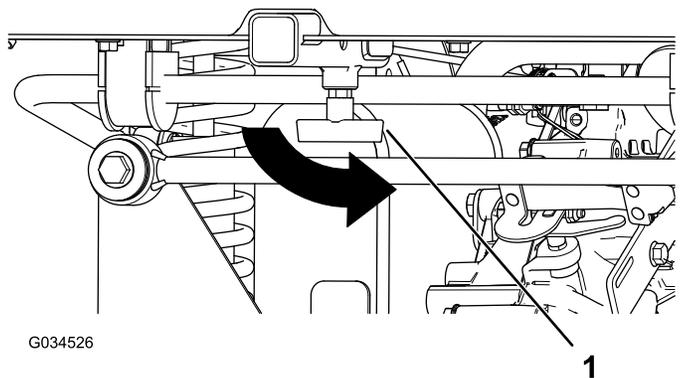

Figura 18
- Aperte a pega em T rodando-a no sentido contrário ao dos ponteiros do relógio (Figura 18).